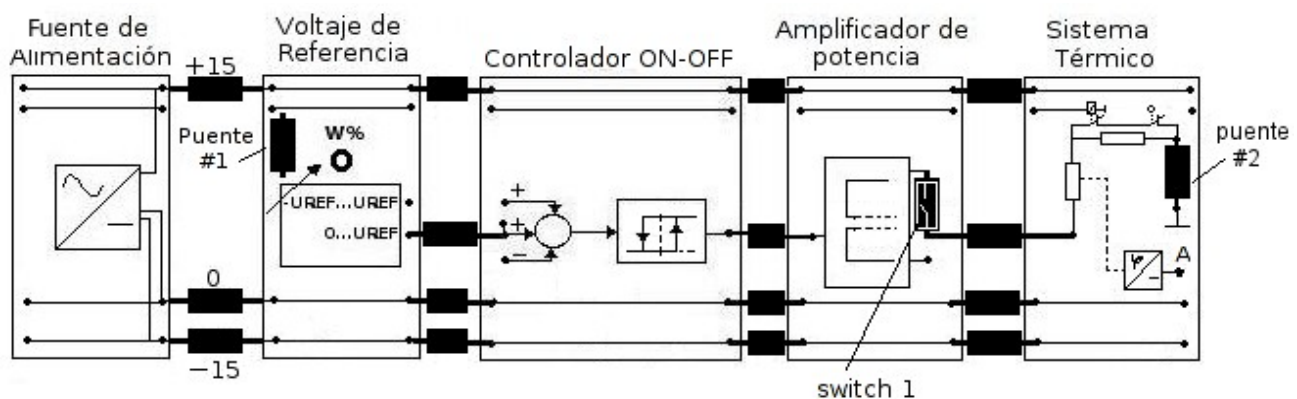

Figura 8.9 Sistema térmico con regulador ON-OFF.
1. Arme el sistema en lazo abierto que se muestra en la Figura 8.9, observe que ahora el switch 1 se ha colocado en la unión del amplificador de potencia y el sistema térmico, ya que si se pone como siempre entre el voltaje de referencia y el punto suma no tendrá efecto, pues al estar el sistema a lazo abierto esté el switch abierto o cerrado la señal de error es siempre positiva por lo que el controlador estará siempre en ON (10V), en cambio en la posición de la Figura 8.9 si está abierto impedirá el paso de corriente al sistema térmico aunque el controlador esté en ON; también coloque un puente con agujero entre el amplificador de potencia y el sistema térmico.